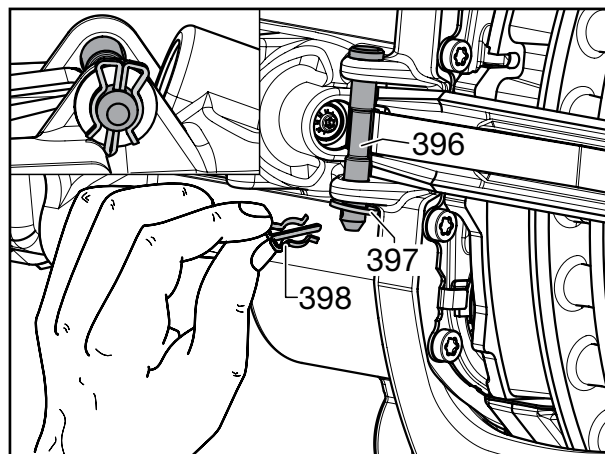

Fig. 12
- [20] Sätt i bulten (396) ovanifrån, montera bricken (397) och lås med fjädersprinten (398). Kontrollera att sprinten hamnar rätt, så att det finns tillräckligt med frirum (se fig. 12, ovan).